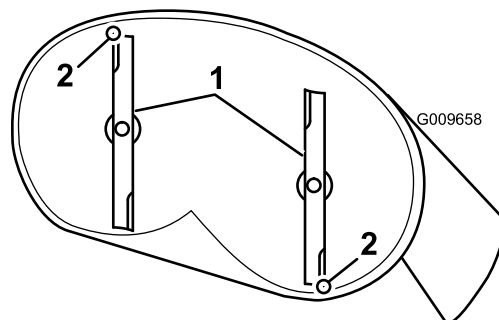
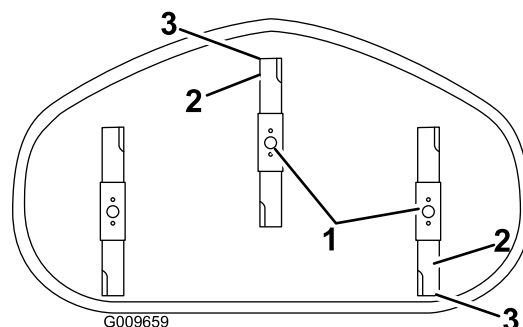

Figura 55
Figura 56
4. Gire cuidadosamente las cuchillas colocándolas en el sentido de avance de la máquina (Figura 55 y Figura 56).
5. Mida entre la punta de la cuchilla delantera y la superficie plana y entre la punta de la cuchilla trasera y la superficie plana (Figura 55).
7. Después de realizar el ajuste, compruebe de nuevo la inclinación longitudinal, y siga ajustando la tuerca hasta que la punta de la cuchilla delantera esté entre 1.6 y 7.9 mm (1/16" a 5/16") más baja que la punta de la cuchilla trasera (Figura 55).